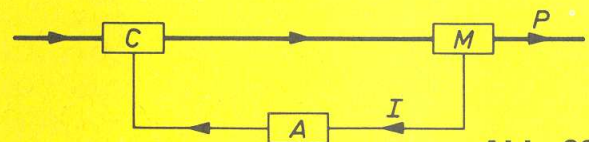

Abb. 29
In allen Kontrollsystemen wird die Information des Resultates eines Prozesses zu dem Punkt zurückgeführt, an dem das Resultat beeinflusst werden kann. Automatische Kontrollen von Prozessen finden deshalb immer in einem in sich geschlossenen Informationskreis statt, wo ein Strom von Informationen und ein Strom von Ergebnissen so gekoppelt werden, daß das Ende eines Prozesses seinen Anfang durch eine Messvorrichtung (M), einen Verstärker (A) und eine Kontrolleinheit (C) beeinflussen kann (Abb. 29).